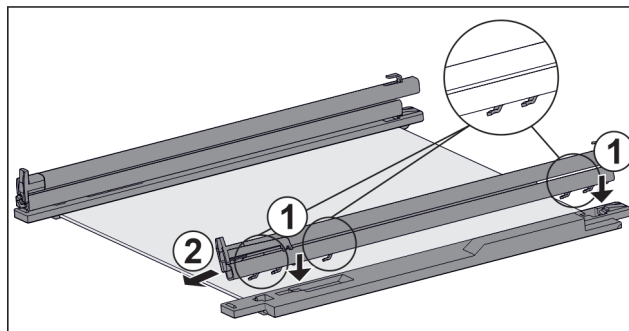

Fig. 104 Placa de vidrio con guías y piezas de sujeción
- ▶ Coloque los ganchos de la guía en las aberturas de la pieza de sujeción **izquierda**. Fig. 104 (1)
- ▶ Tire de la guía hacia delante. Fig. 104 (2)
- ▶ Coloque los ganchos de la guía en las aberturas de la pieza de sujeción **derecha**. Fig. 104 (1)